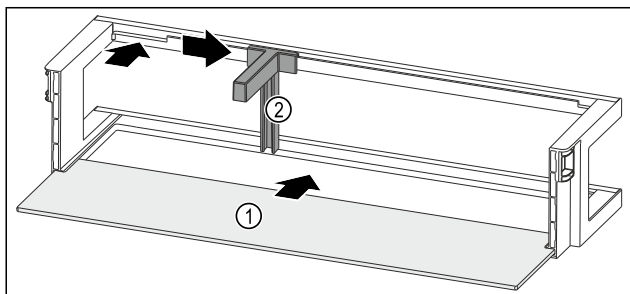

Fig. 190 Türabsteller mit Abstellfläche
- Abstellfläche Fig. 190 (1) in die seitlichen Aussparungen einschieben.
- Flaschenhalter Fig. 190 (2) in die Aussparung einsetzen.
- Flaschenhalter Fig. 190 (2) in gewünschte Position zur Seite schieben.